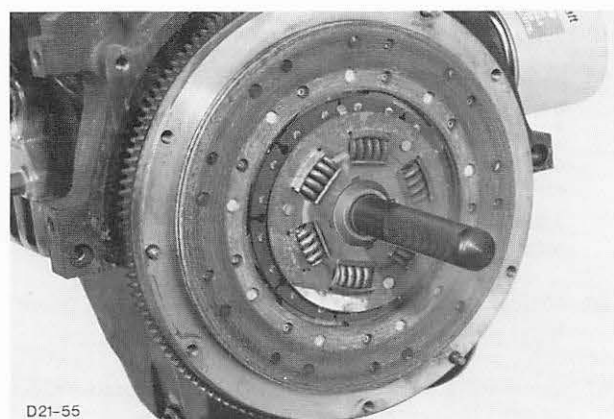

Abb. 179 Reibscheibe mit Spezialwerkzeug GH-7554 zentrieren
76. Reibscheibe mit Spezialwerkzeug GH-7554 zentrieren, Abb. 179. Druckplatte auf die Paßstifte aufsetzen und mit vorgeschriebenem Drehmoment festziehen.